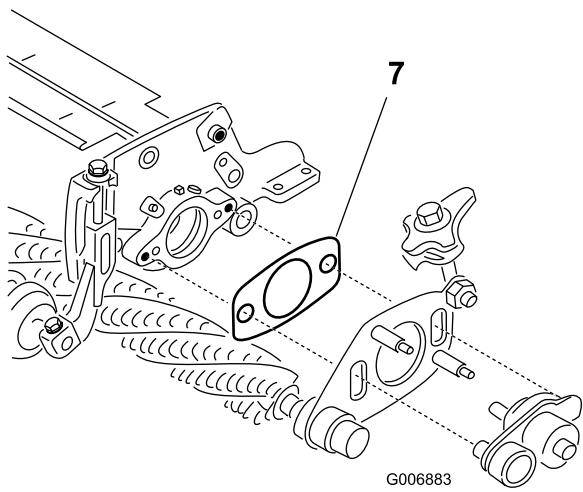

Figura 50
- Asegúrese de que el suplemento (Figura 50) situado entre la placa de pivot del extremo de la transmisión y la chapa lateral de la unidad de corte no está aprisionado por el buje pivotante. El suplemento debe poder pivotar libremente